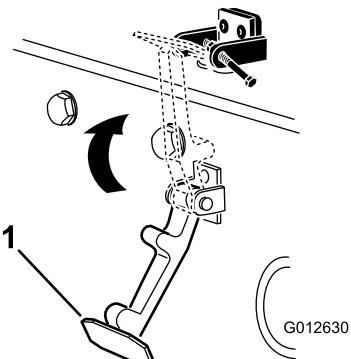

Figure 9
6. Accrochez le verrou sur son support (Figure 9).